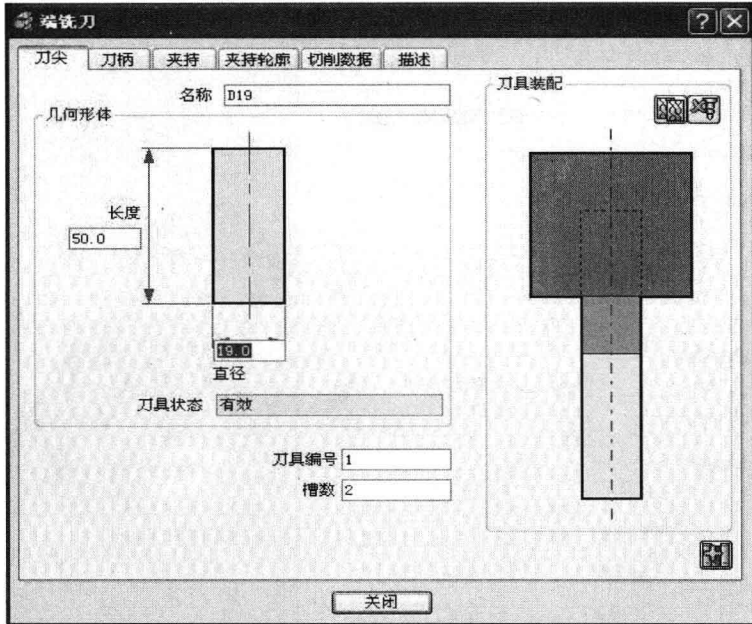

图 1-4 “端铣刀”对话框
(1) 建立 $\phi 19\text{mm}$ 端铣刀[⊖]D19 右击 PowerMILL 资源管理器中“刀具”选项，在弹出的快捷菜单中选择“产生刀具”的子菜单项“端铣刀”，系统弹出“端铣刀”对话框，如图 1-4 所示。在“刀尖”选项卡中，“直径”设置为 19，“长度”设置为 50，“名称”设置为 D19，“刀具编号”设置为 1，其他参数可以采用默认值；在“刀柄”选项卡中，“顶部直径”和“底部直径”都设置为 19，“长度”设置为 50；在“夹持”选项卡中，“顶部直径”和“底部直径”都设置为 50，“长度”也设置为 50，“伸出”长度设置为 70，其他值采用默认值即可。
(2) 建立 $\phi 20\text{mm}$ 端铣刀 D20 方法如上，只要把“直径”设置为 20，“刀具编号”设置为 2。